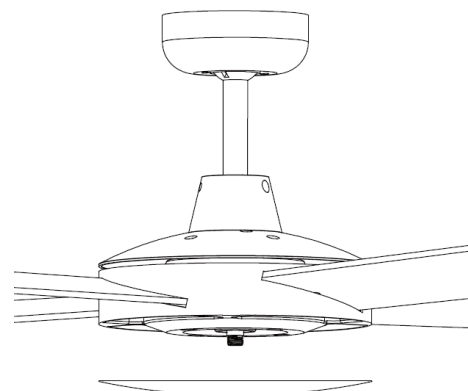

Fig. 7
5. Réinstallez le couvercle en le tournant dans le sens des aiguilles d'une montre. Fig. 7